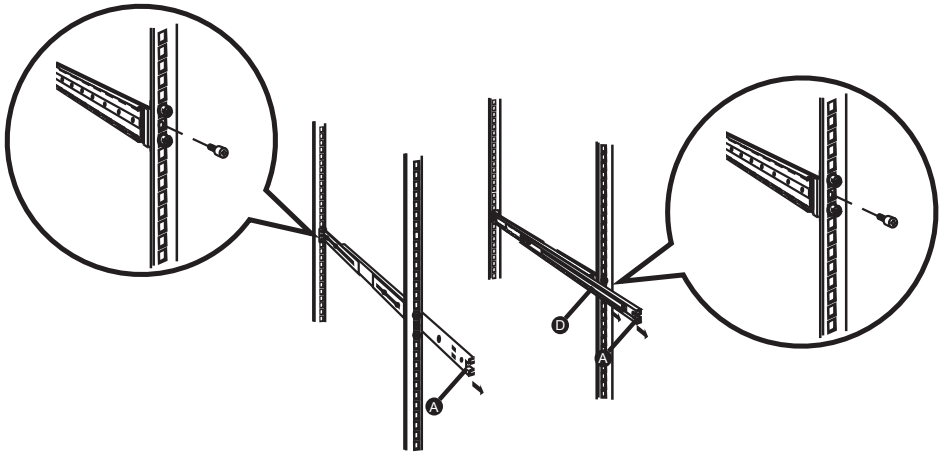

图 27 R525 服务器 外导轨安装示意图
1. 如图 27 所示，将外导轨支架上前后的两个固定柱插到机柜的固定孔中，并拧上导轨支架固定螺钉。需要注意，为确保导轨的安装可靠性和安全性，导轨支架固定螺钉须用螺丝刀锁紧。
说明：图 27 中 A 表示中导轨，D 表示滚珠内轨